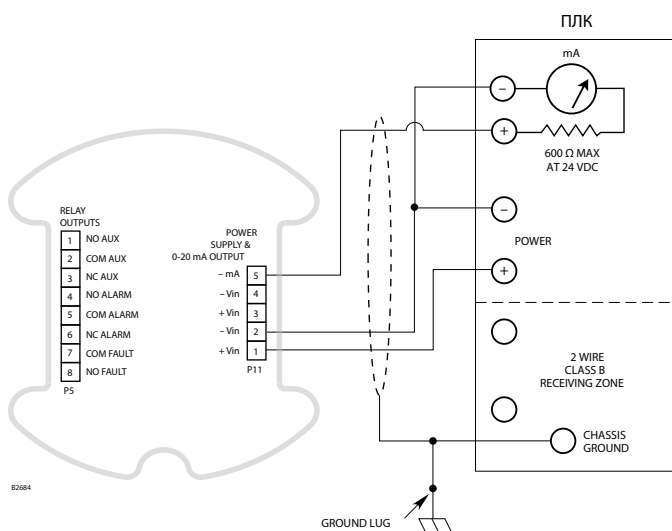

Рисунок 12—Проводка для одного извещателя (0-20 мА используется, реле не используются)
- На рис. 12 и 13 показана проводка для конфигураций с одним извещателем.